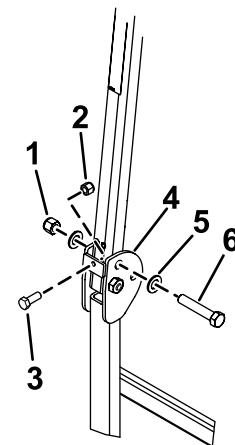

Figura 17
4. Nei fori da cui sono state estratte le spine, installate bulloni e rondelle (Figura 17).
5. Montate un'altra rondella su ciascun bullone e fissate con i dadi ($\frac{3}{4}$ "), come illustrato nella Figura 17. Serrate i dadi a 323–396 N·m.
6. Montate un bullone ($\frac{3}{8}$ -16" x 1" o $1\frac{1}{4}$ ") con un controdado (bulloni e controdadi non forniti) sulla piastra filettata su entrambi i lati della porzione inferiore del roll bar nell'area della cerniera (Figura 17). Serrate il bullone fino a quando non è ben stretto contro il tubo del roll bar superiore, quindi serrate il controdado.
7. Serrate il bullone orientabile del ROPS (Figura 17) a 91 - 113 N·m per evitare il rimbalzamento del roll bar e del parasole.